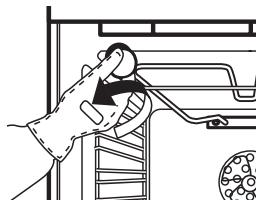

fig 5
- Descargola la tapa del llum (Fig. 5), canvia el llum (consulta la nota sobre el tipus de llum) i torna a cargolar la tapa per col·locar-la.